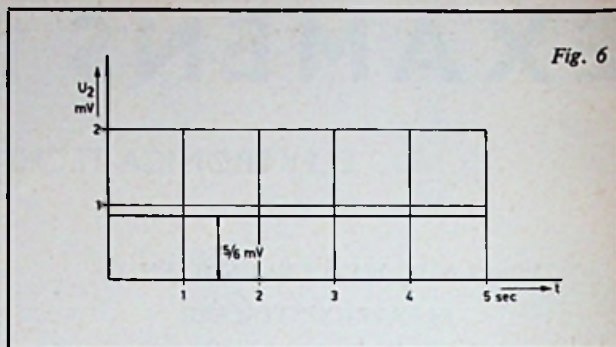

Fig. 6
c. De spanning tussen de uiteinden van de tweede ring is $U_2 = M \Delta I_1 / \Delta t = 5/3 \cdot 10^{-3} \cdot 1/2 = 5/6$ mV (fig. 6).